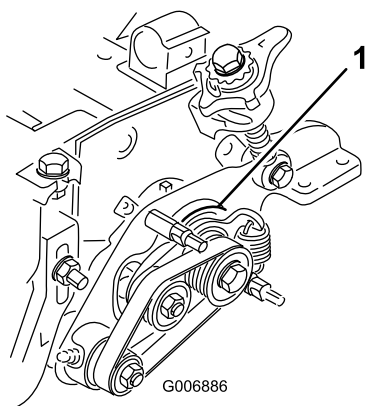

Figura 33
6. Asegúrese de que el casquillo principal de transmisión (Figura 33) pivote libremente alrededor del cubo de transmisión.